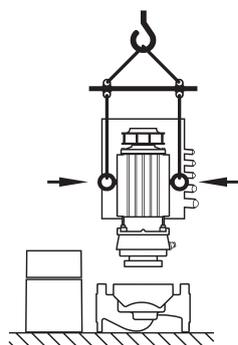

Fig. 9: Transport af motoren
- Om nødvendigt kan transportringene, f.eks. i tilfælde af reparation, flyttes fra motorflangen til motorhuset (se f.eks. fig. 9). Inden montering af transportringene på motorhuset skal afstandsholderne skrues ud af åbningerne til transportringene (fig. 7, pos. 20b) (se kapitel 10.2.1 "Udskiftning af glideringstætning" på side 242).
- Hvis transportringene flyttes eller er flyttet fra motorflangen og monteret på motorhuset, så må de kun anvendes til at løfte og transportere indstikssættet (fig. 9), og ikke til transport af hele pumpen samt heller ikke til at skille indstikssættet fra pumpehuset.